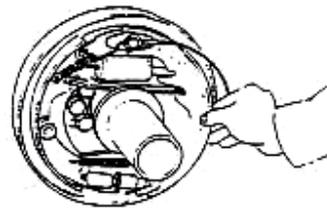

figure 2-19
(4) Démontez la chaussure de frein avant et la chaussure de frein secondaire. Ensuite, démontez le régulateur et le ressort de réglage. Voir figure 2-19